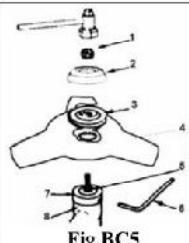

Fig.BC5
4.4- Mise en place de la lame de coupe (Fig.BC5)
- Fig.BC5